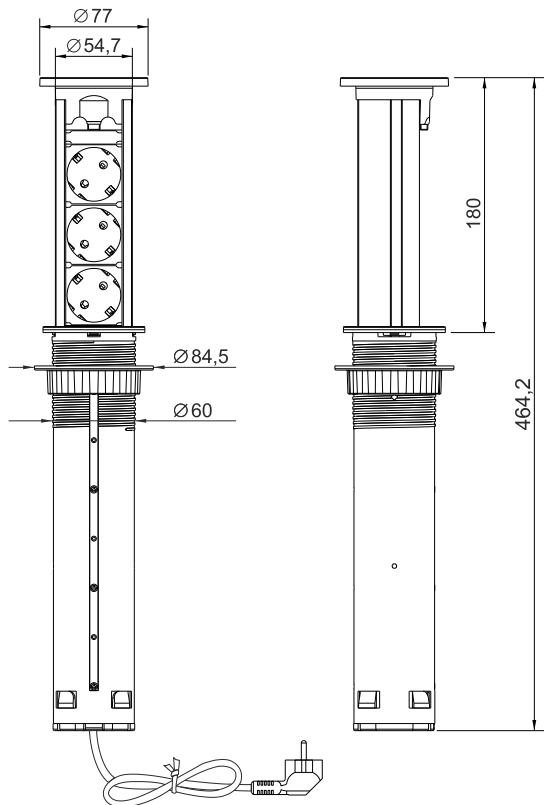
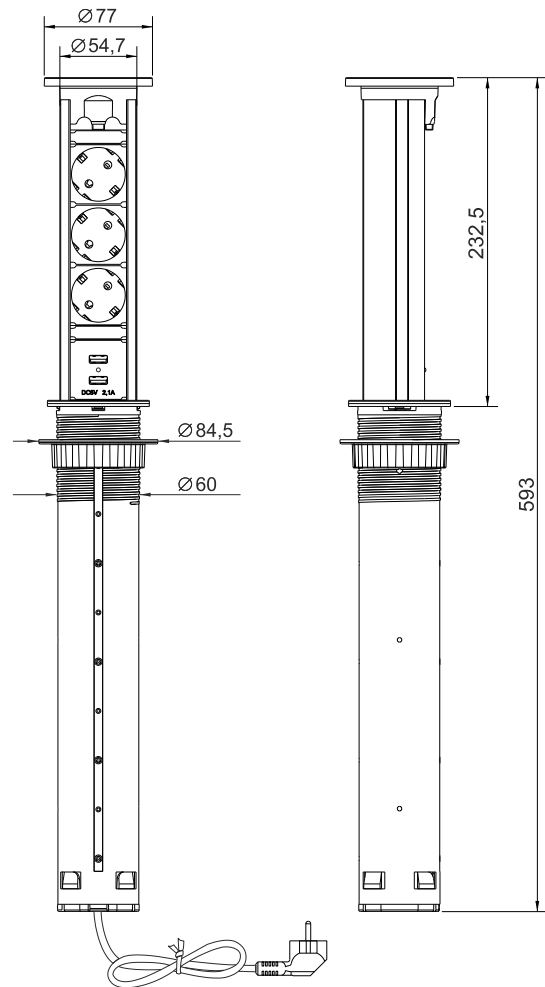

Рис. 1-1
Рис. 1-2
- Размеры 11.800.00.008, 11.800.00.011 указаны на Рис. 1-1, размеры 11.800.00.010, 11.800.00.013 указаны на Рис. 1-2.